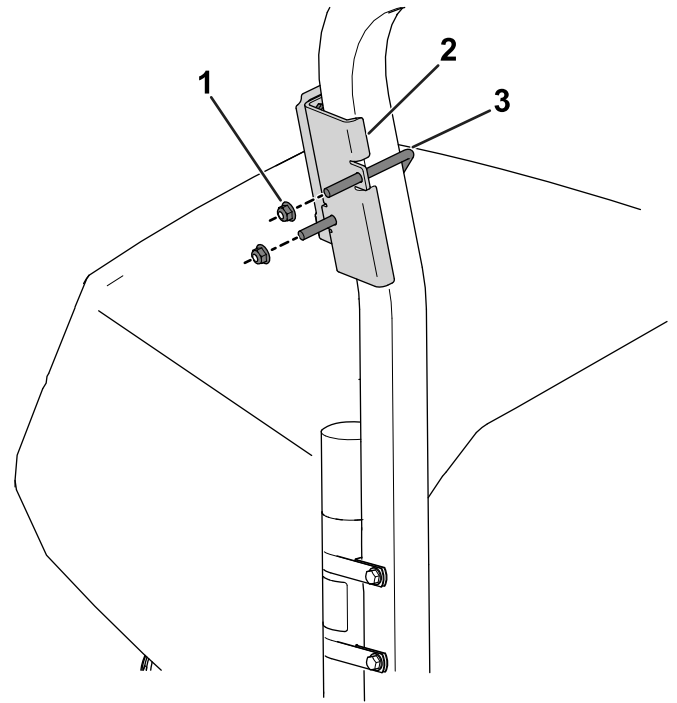

図 8
2. Uボルトとフランジナット (3/8") 2個を使って、デバイスブラケットをロールバーのマニュアルチューブの上の領域に固定する(図 8)。